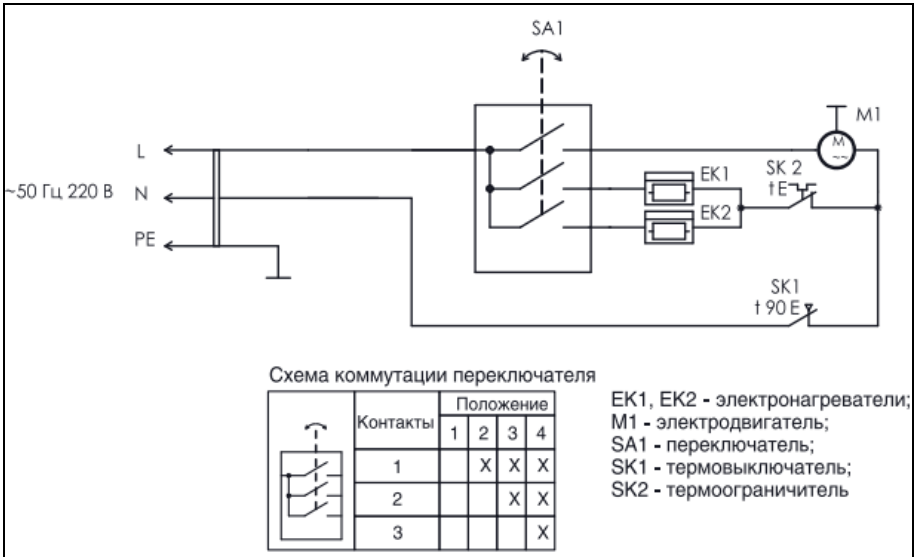

Рис.2
Электрическая схема тепловентилятора изображена на рис.2:
**ВНИМАНИЕ!** Перед подключением прибора ручку регулировки режимов (1; рис.2) должны быть установлены в нерабочее положение. Ручка терморегулятора (2; рис.2) повернуть в крайнее против часовой стрелки положение. Все работы, связанные с подключением тепловентилятора к сети, должен осуществлять специалист, имеющий допуск на проведение работ с электрооборудованием до 1000 Вт.